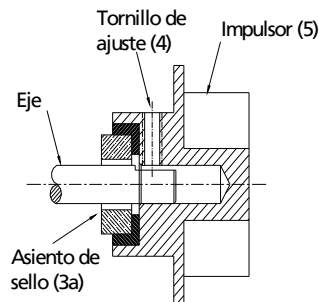

Figura 6
9. Presiona el asiento del sello en ángulo recto en la cavidad del impulsor (Vea Figura 6). Si el asiento del sello no se presiona en ángulo recto en la cavidad, se puede ajustado en su sitio por presionando sobre ella con una pieza de tubería. Siempre utilice una pieza de cartón entre la tubería y el asiento de sello para evitar rasarse la cara del asiento del sello. Se trata de una superficie rodado y debe ser manejado con much cuidado.